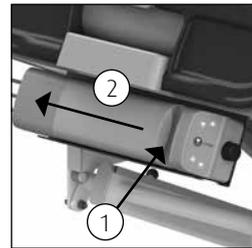

Abbildung 14 Akku.
- Der Akku befindet sich am Kopfende der Liege. *(Siehe Abbildung 14).*
- Um den Akku zu entfernen, lösen Sie mit einer Hand die Entriegelung (1) des Akkus und schieben Sie den Akku nach rechts (2) *(Siehe Abbildung 14).*